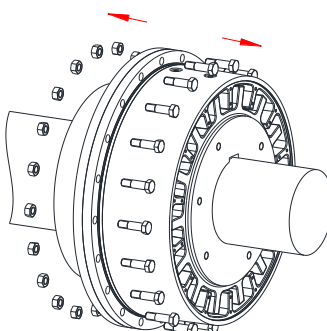

Figura 25
- Suelte ahora los tornillos hexagonales de ajuste y las tuercas hexagonales (componentes 7 y 8). A continuación, empuje hacia atrás el casquillo de levas (componente 4) en dirección axial, hasta que los demás elastómeros individuales estén libres (medida de ampliación W, véase la tabla 1) (véase la figura 25).